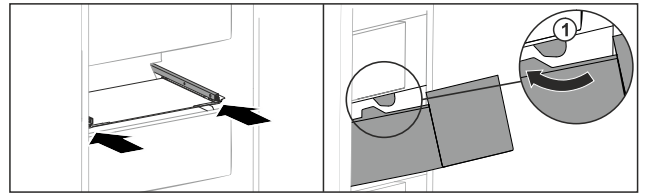

Fig. 147
- ▶ Far passare il cassetto intorno ai fermi Fig. 147 (1).